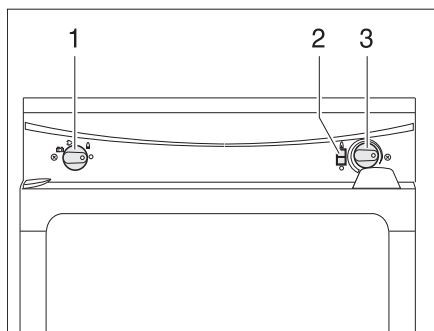

Fig. 140 Elementos de mando para el frigorífico (Thetford sin SES)
- Situar el selector de energía (Fig. 140,1) en la posición gas "▲".
- Presionar el regulador giratorio (Fig. 140,3) y mantener pulsado. El suministro de gas está abierto. El encendido se realiza automáticamente. Se oye un sonido de tic-tac hasta que el proceso de encendido se haya llevado a cabo con éxito.
- Mantener pulsado el regulador giratorio (Fig. 140,3) hasta que el indicador de llama (Fig. 140,2) esté verde y soltarlo entonces. Al apagarse la llama, el aparato de encendido repite automáticamente el proceso de encendido.
- Situar el selector de energía (Fig. 140,1) en "○". El frigorífico está desconectado.
- Poner el selector de energía (Fig. 140,1) en funcionamiento con 230 V "⚡".
- Ajustar la temperatura de refrigeración con el regulador giratorio (Fig. 140,3).
- Situar el selector de energía (Fig. 140,1) a funcionamiento con 12 V "🔋".